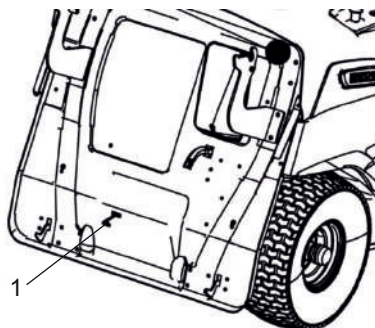

Рис. 28
Рычаг отключения трансмиссии (рис. 28/1) расположен в нижней части задней стенки. Подготовка к толканию:
1. Вытяните рычаг отключения трансмиссии (рис. 28/1).
3. По окончании толкания верните рычаг отключения трансмиссии (рис. 28/1) в исходное положение, чтобы снова ввести в зацепление автоматическую гидростатическую трансмиссию.